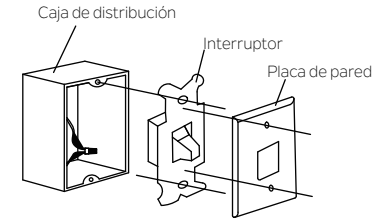

Fig. 22
**Paso 1.** Retire la placa de pared existente y el antiguo interruptor de la caja de distribución eléctrica de la pared, coloque el nuevo control y la placa de pared. Conecte la tuerca para cable y el cable principal (caliente) entre sí y vuelva a empujarlos hacia el interior de la caja de distribución eléctrica (Fig. 22) o seleccione la ubicación deseada con una nueva caja de distribución eléctrica de pared.